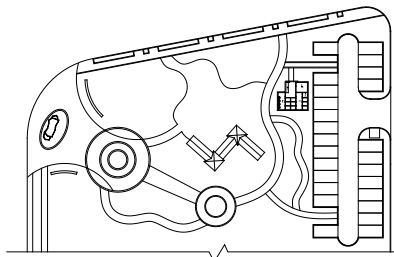

图3-69 绘制园路
- 05 重复调用SPL（样条曲线）命令、O（偏移）命令来绘制园路，结果如图3-69所示。